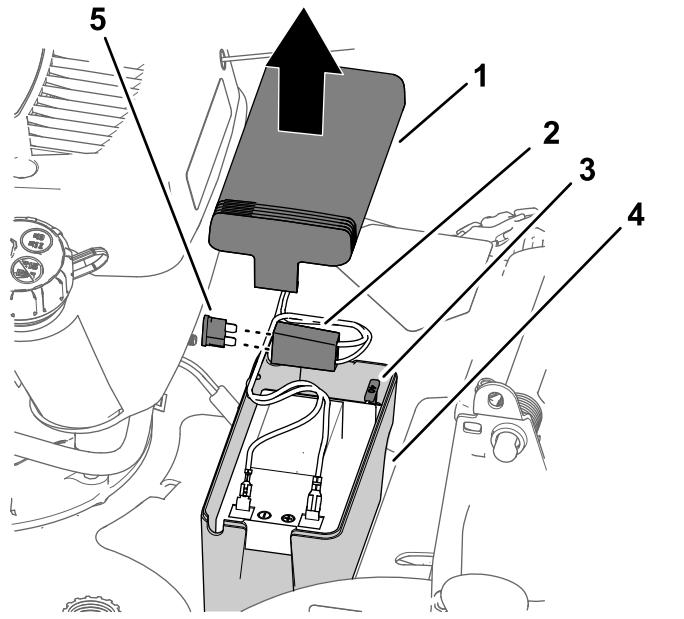

Figura 26
4. Instale la cubierta sobre el compartimento de la batería (Figura 26).
1. Retire la cubierta del compartimento de la batería (Figura 26).
2. Localice el fusible (Figura 26).
3. Cambie el fusible del portafusibles (Figura 26).